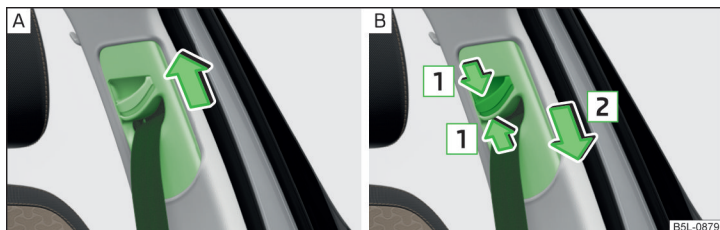

Fig. 5 Ajuste en altura del cinturón para los asientos delanteros
- Desplazar la guía **hacia arriba** en sentido de la flecha » fig. 5 - **A**.
- **O bien:** Comprimir el seguro en el sentido de la flecha **1** y deslizar la guía **hacia abajo** en el sentido de la flecha **2** » fig. 5 - **B**.